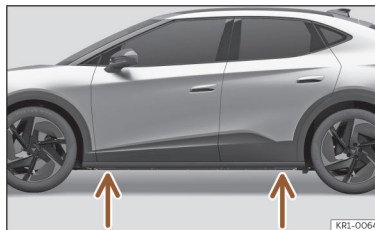

Fig. 203 Pontos de apoio do macaco.
- Procure na longarina a marca do ponto de apoio do macaco (zona afundada) mais próximo da roda a substituir >>> **Fig. 203.**